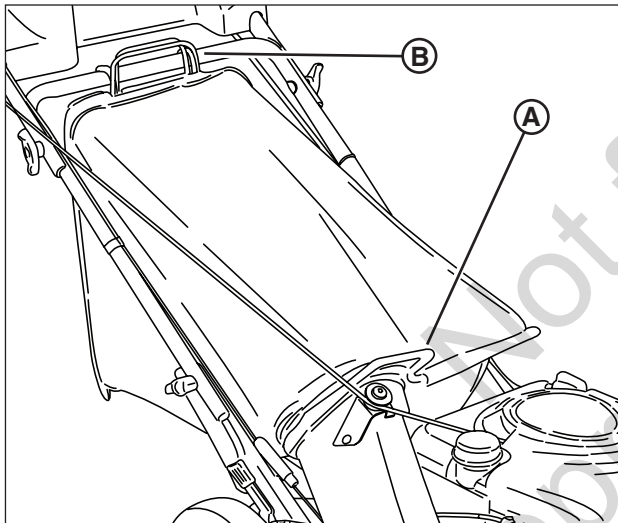

Figure 12: Installation du sac à herbe
2. Posez le sac à herbe en glissant le connecteur **(A)**, **Figure 12** par-dessus la bride de l'adaptateur.